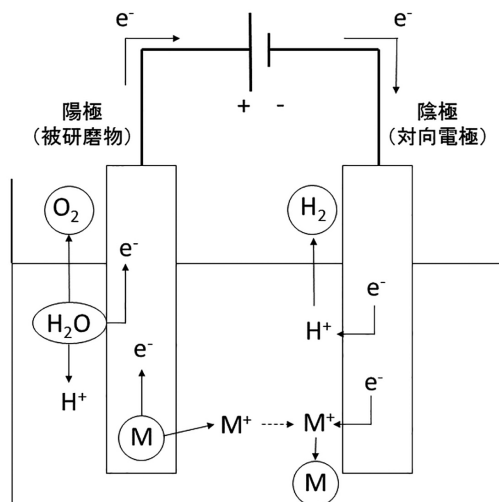

図2 電解研磨時の反応（模式図）
これらの式からわかるように、被研磨金属の材料と表面積、電流の大きさ、通電時間がわかれば研磨量を見積もることができる（ただし、実際には流れた電流がすべて電解研磨に寄与するわけではないため、研磨量を見積もるには適切な係数をかける必要がある）。また、①溶出量は電流、通電時間に比例する、②溶出スピードは原子量に依存する、③研磨量は密度、表面積に依存する、ことがわかる。電解研磨中に起こっている陽極、陰極反応の模式図を図2に示す。